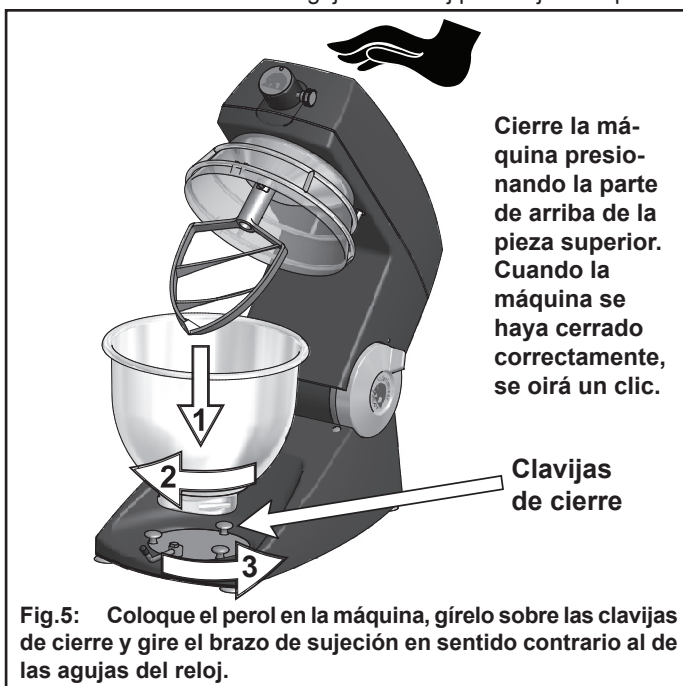

Fig.5: Coloque el perol en la máquina, gírelo sobre las clavijas de cierre y gire el brazo de sujeción en sentido contrario al de las agujas del reloj.
D. Colocar la fuente entre las clavijas de cierre en la base de la batidora y hacerla girar en el sentido de las agujas del reloj hasta que se cierre (fig. 5). Gire el brazo de bloqueo en sentido contrario al de las agujas del reloj para sujetar el perol.